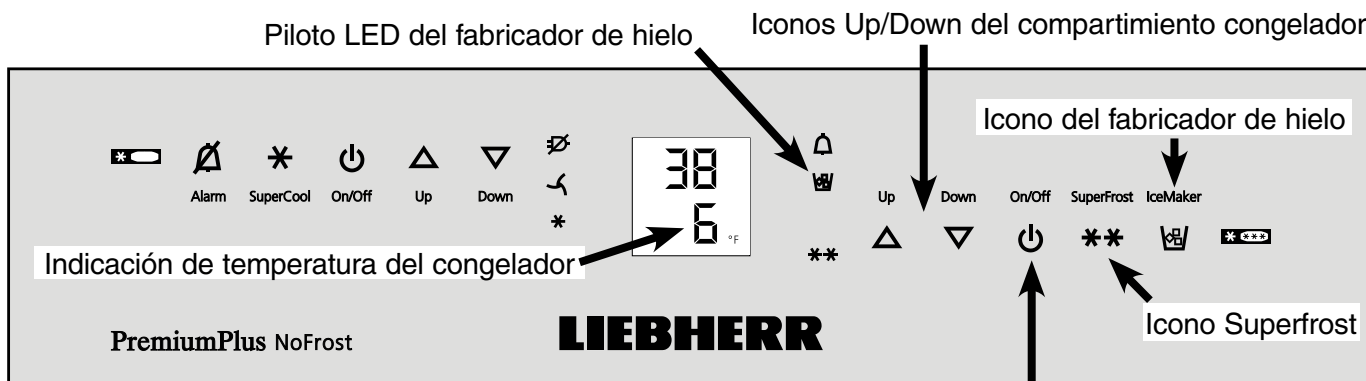

Figura 22
- Encienda el fabricante de hielo pulsando el icono de fabricante de hielo (**Figura 22**).
Pulse el icono IceMaker para que se encienda el piloto LED del fabricante de hielo (**Figura 22**).